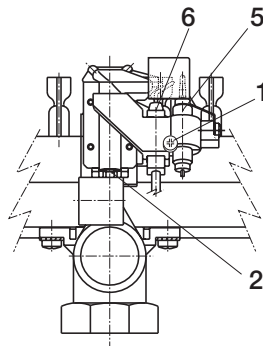
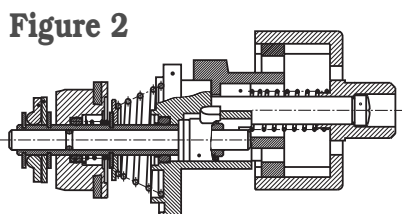

Figure 1
Figure 2
1. Démonter la veilleuse dévissant la vis (1). (fig. 1)
2. Changer l'injecteur de la veilleuse (2).
3. Changer le couvercle frontal. (fig. 2)
6. Monter à nouveau la veilleuse vous assurant que le thermocouple (5) et le bec du piezo électrique (6) soient bien à leur place. (fig. 1)